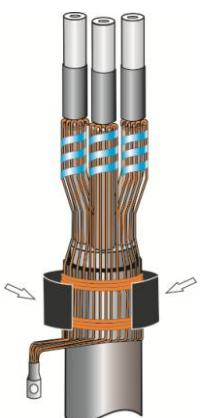

Рис.8
**8.** Обернуть ленту-герметик поверх проволок экрана в соответствии с Рис.8.